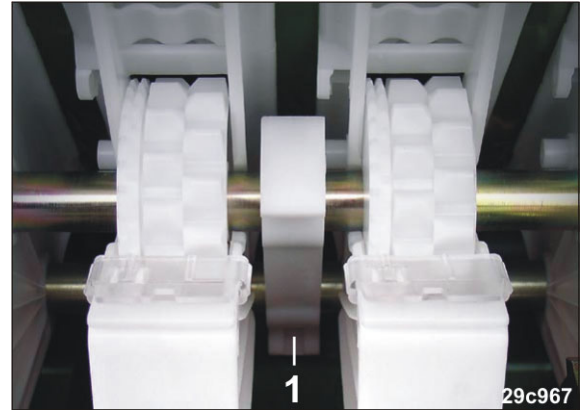

Fig. 250
3. Die Säuwellenandrucklager (Fig. 250/1) öffnen.